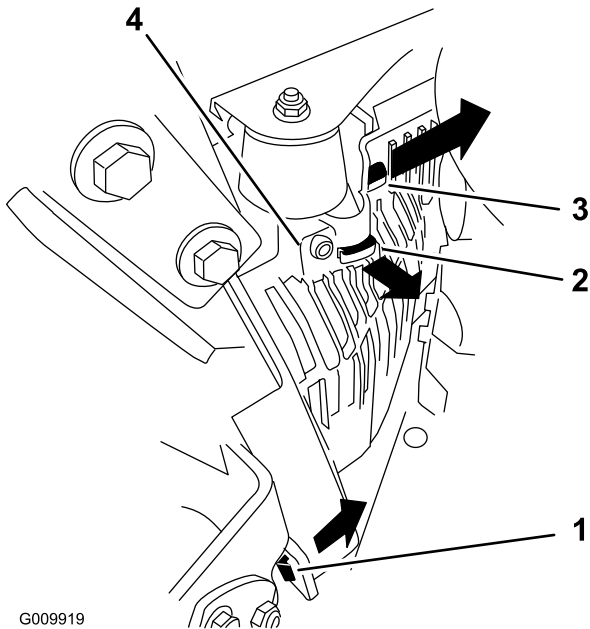

Figura 53
3. Retire la cubierta de la unidad hidráulica izquierda en el orden indicado en Figura 53. Así tendrá acceso a la bujía delantera.
5. Instale la cubierta de la unidad hidráulica izquierda (Figura 53).